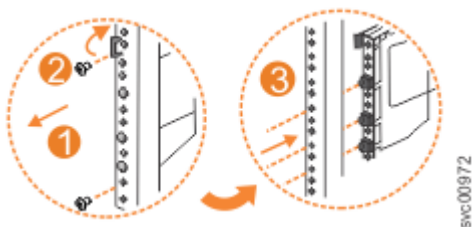

Figura 132. Remova a montagem de trilho do suporte da estrutura frontal
1. Remova os dois parafusos que prendem a seção externa do trilho no conjunto do suporte frontal, conforme mostrado em Figura 132 na página 118.
2. Remova a seção do trilho puxando-a para fora do suporte frontal, conforme mostrado na Figura 132 na página 118.